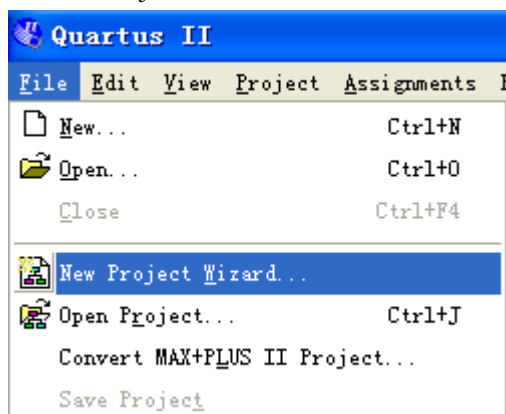

图 3-2 选择 New Project Wizard
2. 点击菜单项 File->New Project Wizard 帮助新建工程。参看图 3-2。